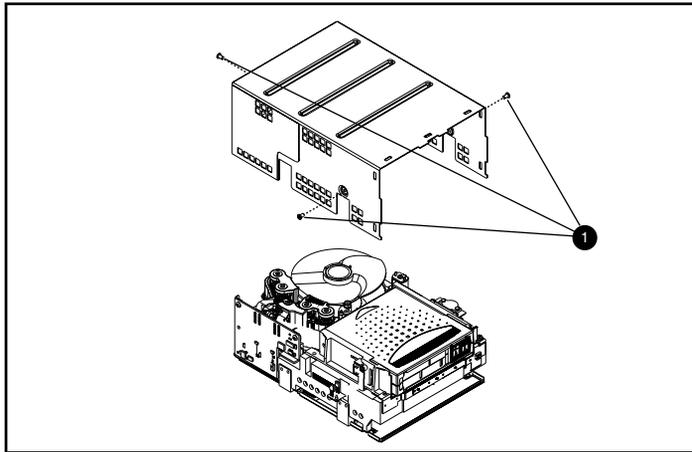

Figura D-2. Rimozione del coperchio
Il coperchio dell'unità SDLT 110/220 è assicurato all'unità da tre viti. Due viti sono situate su entrambi i lati dell'unità, mentre la terza si trova nella parte posteriore dell'unità. Per rimuovere il coperchio, rimuovere tutte le viti ❶ con un cacciavite Torx T8 e sollevare il coperchio verso l'alto (vedere la Figura D-2).